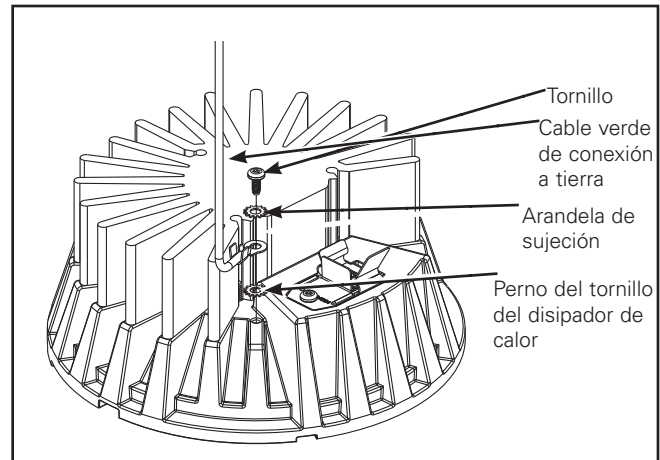

Figura 13.
6. Encuentre la correa verde dentro del cilindro y conéctela al dissipador de calor mediante el tornillo y la arandela de seguridad ubicada en el sobre adjunto a la correa. (Figura 13).